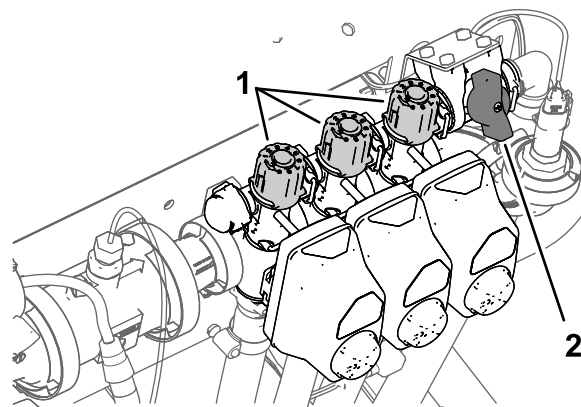

図 38
9. 左ブームをOFFにし、ブームバイパスノブ 図 38 を使って、先ほどと同じ水圧表で求めた水圧に調整する。
11. 右ブームのブームバイパスノブ 図 38 を使って、先ほどと同じ水圧表で求めた水圧に調整する。
13. 中央ブームのブームバイパスノブ 図 38 を使って、先ほどと同じ水圧表で求めた水圧に調整する。